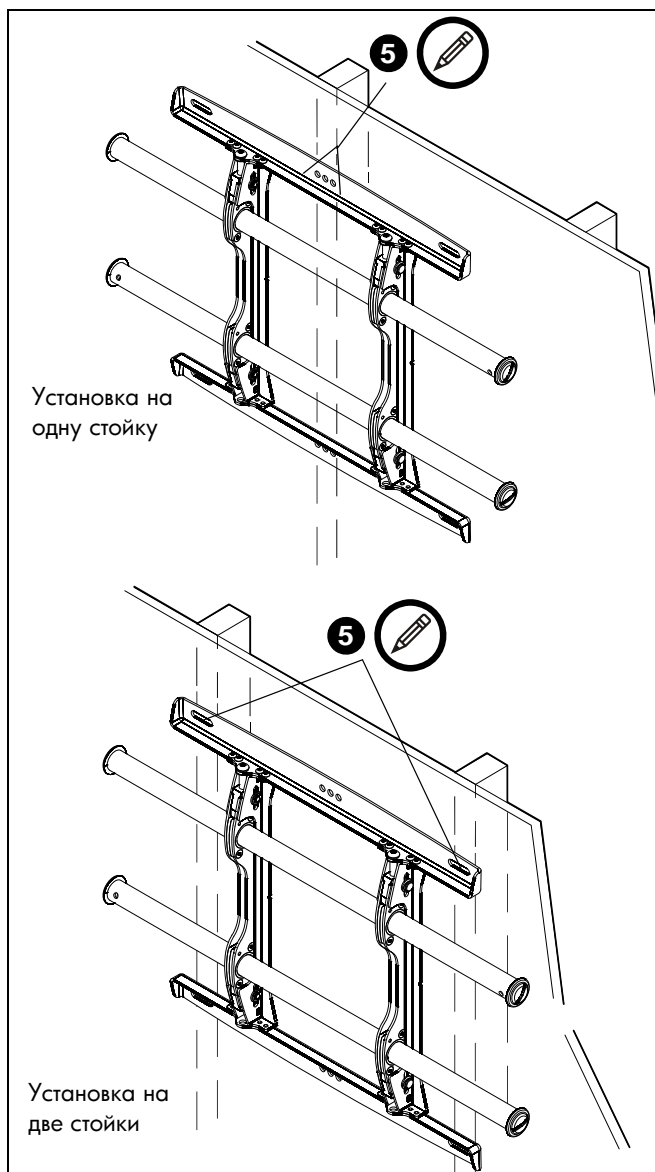

рис. 2
5. При помощи уровня сделайте на стене отметки на каждой из стоек каркаса там, где будут расположены верхние монтажные отверстия. (См. рис. 2)
**ПРИМЕЧАНИЕ.** MSM и МТМ можно прикрепить через монтажные пазы на двойных стойках или центральные монтажные отверстия на одной стойке. (См. рис. 2)